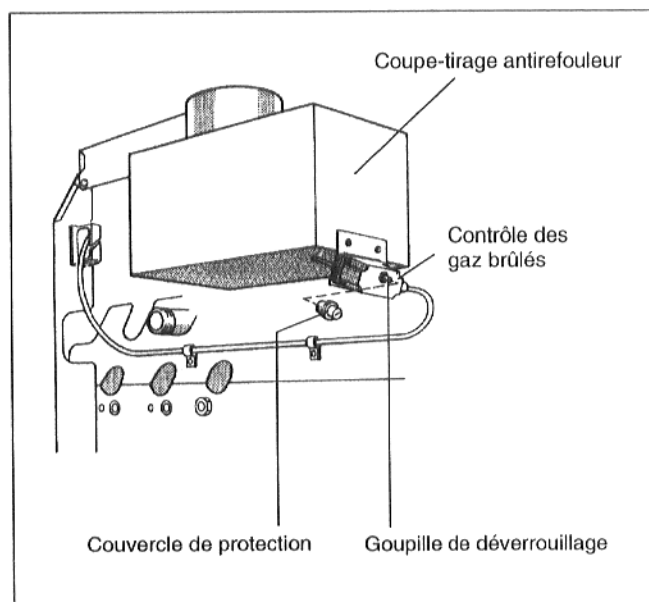

Fig. 33 Sonde contrôle des gaz brûlés
- Dévisser la sonde pyrométrique des gaz brûlés du coupe-tirage antirefouleur (Fig. 33).
- Après 2 minutes environ, enlever le couvercle de protection et bien enfoncer la goupille de déverrouillage (Fig. 33).